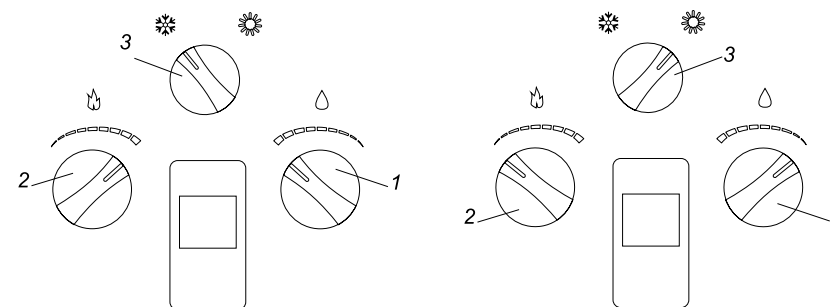
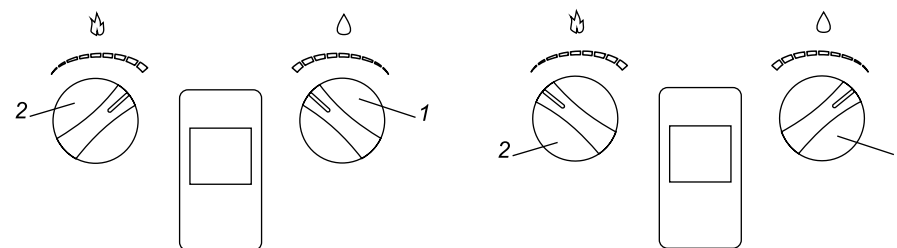

Рис. 2. Положения ручек регулировки аппарата
Рис. 3. Положения ручек регулировки аппарата
- г) повернуть ручки 1 и 2 в положения минимального расхода воды и газа (рис. 2б и рис. 3б);
3.2.1. Регулирование расхода воды через аппарат производится ручкой 1 (рис. 2 или рис. 3), в зависимости от модели: поворот ручки к положению «Минимальный расход» уменьшает расход воды, поворот ручки к положению «Максимальный расход» увеличивает расход воды.
3.2.2. Регулировка температуры воды при её установленном расходе через аппарат производится поворотом ручки 2 регулировки расхода газа (рис. 2 или рис. 3), в зависимости от модели,: поворот ручки в положение «Максимальный расход» увеличивает расход газа и температуру воды на выходе аппарата, поворот ручки в положение «Минимальный расход» уменьшает расход газа и температуру воды на выходе аппарата.
Также, при помощи ручки переключения режимов «зима-лето» 3 (рис.2), можно регулировать температуру воды в зависимости от времени года.